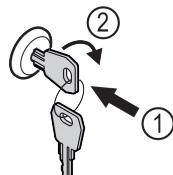

Fig. 160
- Iespiediet atslēgu. Fig. 160 (1)
- Grieziet atslēgu par 90° pulksteņrādītāja virzienā. Fig. 160 (2)